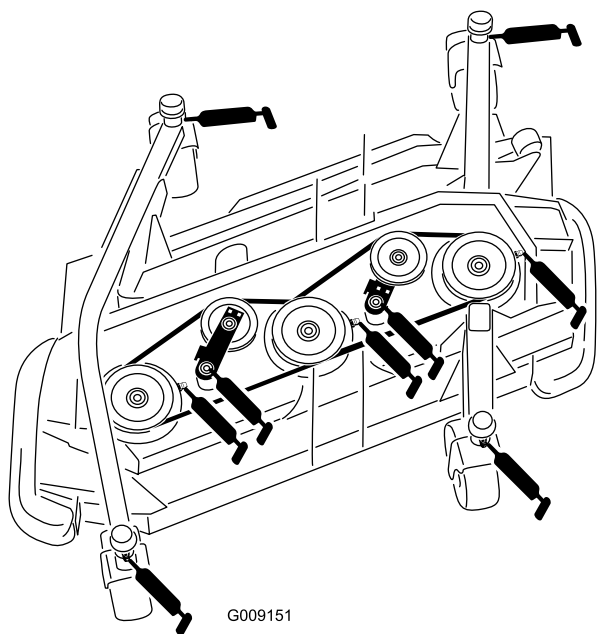

Figure 55
- Bague d'axe de fourche de roue pivotante (4) (Figure 55)
- Paliers d'axes de pivot (3 sur chaque) (sur la poulie d'axe) (Figure 55)
- Bagues de pivot de bras de poulie de tension (2) (sur l'axe de pivot de poulie de tension) (Figure 55)